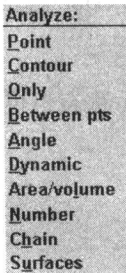

图 1.3
- ❑ Analyze（分析）：在此菜单中可对绘图区中绘制的各类型图素进行查询，通常用来对图形文件进行检查分析，它的菜单界面如图 1.3 所示。